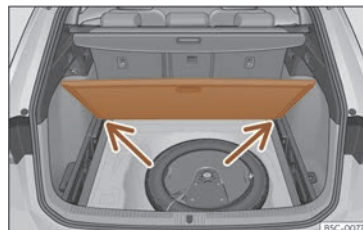

Fig. 126 Terra variable del maleter: posició inclinada.
- Recolzeu el terra sobre els espais previstos per a aquest ús» fig. 126 (fletxes).